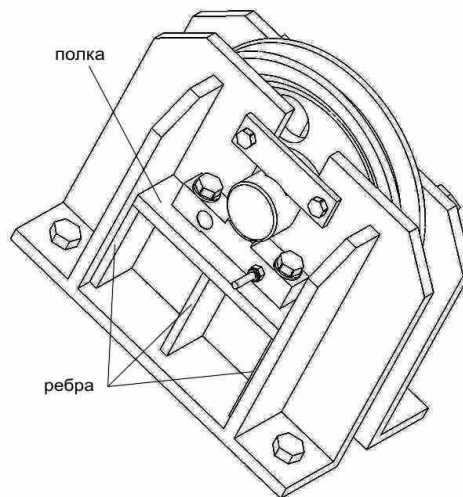

Рис.5
5. Закрепить полку и ребра к кронштейну сварочным швом по периметру прилегания деталей рис.5.